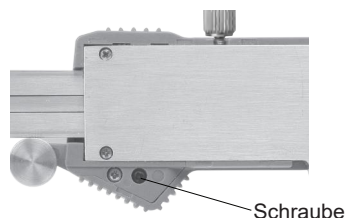

Abb. 1
---Lösen Sie die Schraube und entfernen Sie die Batterieabdeckung (Abb. 1).